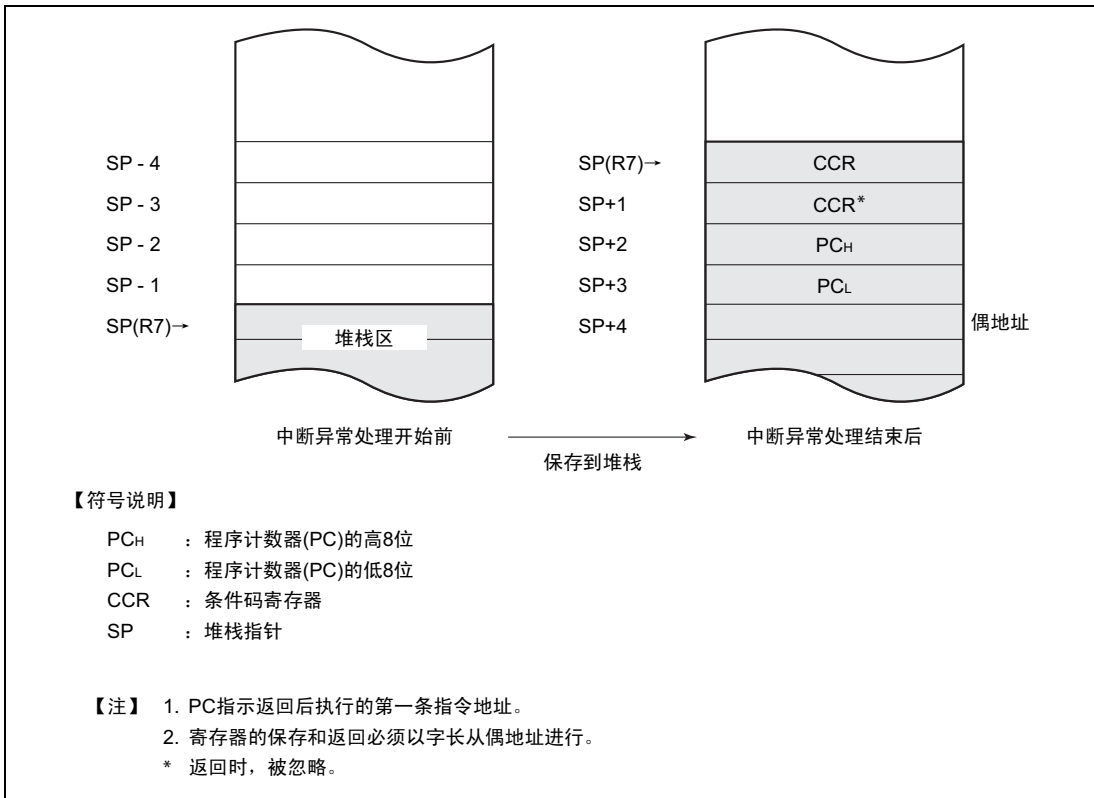

图 3.4 中断异常处理结束后的堆栈状态
5. 如果中断请求被接受，在结束当时执行中的指令后，就将PC和CCR保存到堆栈区。此时的堆栈状态如图3.4所示。被保存的PC指示返回后将执行的第一条指令的地址。